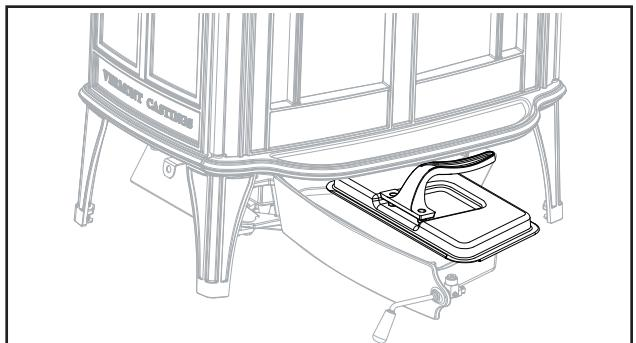

図2.9 灰受け皿を取り除く前に、カバーがしっかりとまっているか確認してください。
- ・灰受け皿の上にカバーをスライドさせて乗せ、しっかりと閉まっていることを確認してください(図2.9)